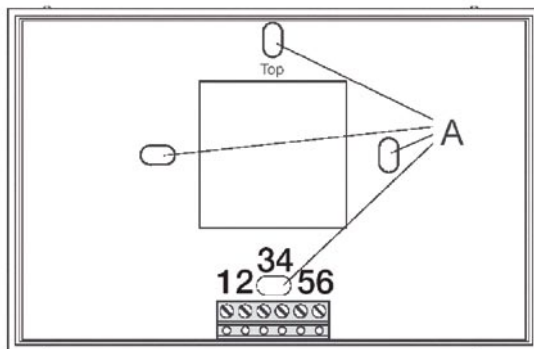

рис. 26 - Установка пульта дистанционного управления *Open Therm*
- отделить с помощью отвертки заднюю часть (серую) корпуса от передней (белой) и закрепить используя отверстия А (рис. 26) заднюю часть корпуса на стене;
- подключить пульт ДУ к котлу закрыв контакты 1 и 2 пульта ДУ (рис. 26) на клемной панели OPENTH M6 платы ИНТЕРФЕЙСА ПУЛЬТА.
Внешний температурный датчик OKSONEST00 должен подключаться на контакты 5 и 6 пульта дистанционного управления (рис. 26). Внешний температурный датчик OSONDAES01 должен подключаться на контакт M8 электронной платы котла (рис. 29).
Телефонный коммутатор подключается к контактам 3 и 4 пульта дистанционного управления (рис. 26).